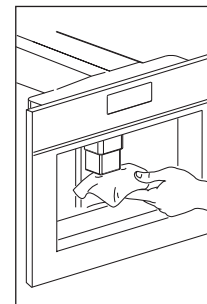

Рис. 36
- ▶ Регулярно очищайте краники губкой (Рис. 36).